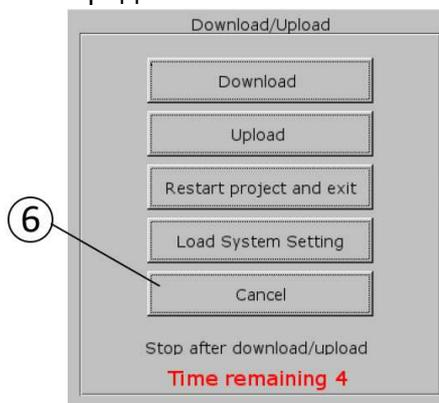

Рисунок 18
- На экране появится надпись “Download Project Files...”, подтверждающая выполнение обновления программного обеспечения. Дождитесь появления на экране окна с изображением, как на рис. 18, после этого извлеките флэшку и вставьте предыдущую (с рецептами). Выйдите из меню посредством кнопки “CANCEL” из. 6.